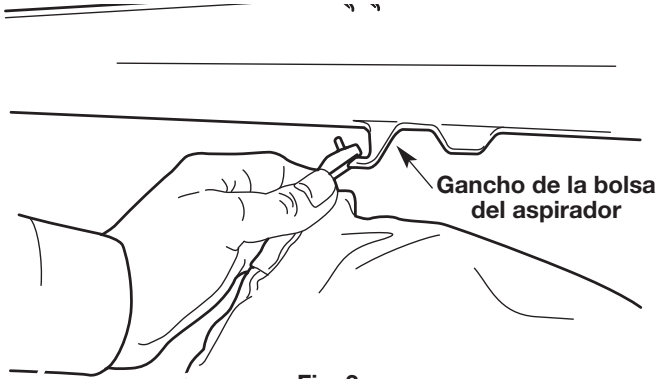

Fig. 3
1. Conecte la bolsa del aspirador al gancho de la bolsa del aspirador del tubo del soplador/aspirador (Fig. 3).